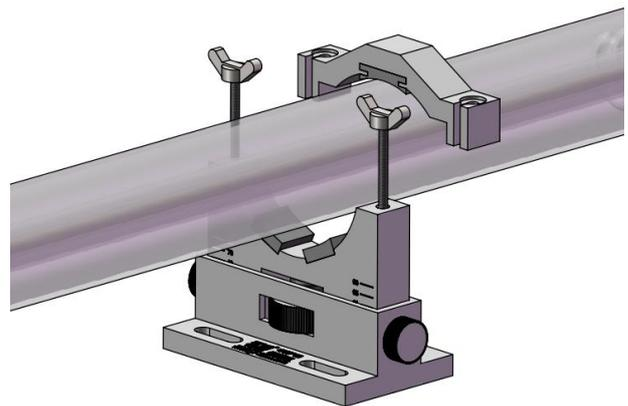

图 2.拆卸示意图
- (1) 旋松 2 件蝶形螺母杆，将压盖沿着激光管轴向方向取下，如图 2 所示。